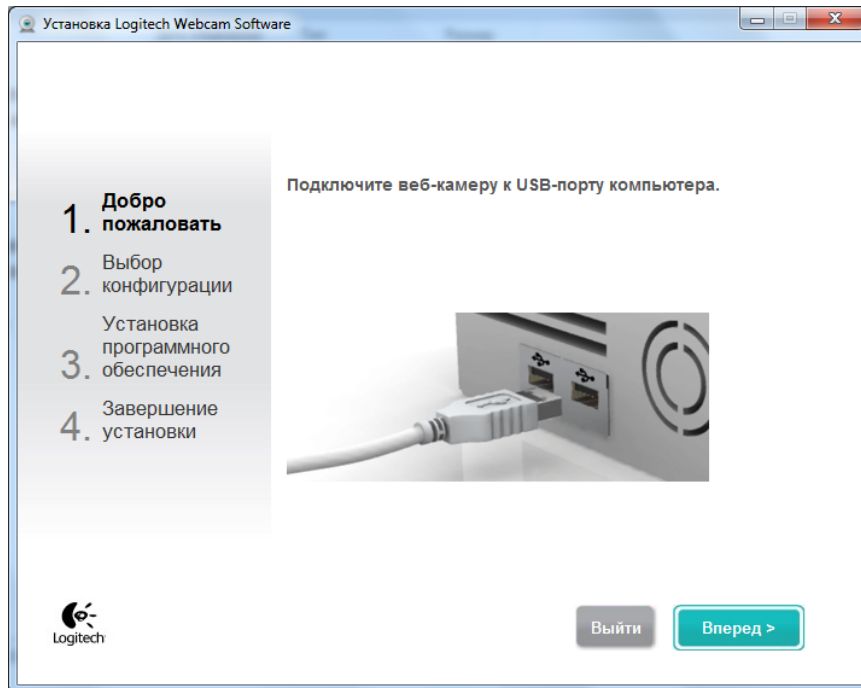

Рисунок 15.2
3. Включить тумблером Диафаноскоп. Соединить диафаноскоп с персональным компьютером шнуром USB, входящим в комплект поставки (Рисунок 15.2)
После подключения камеры откроется следующее окно (Рисунок 15.2)